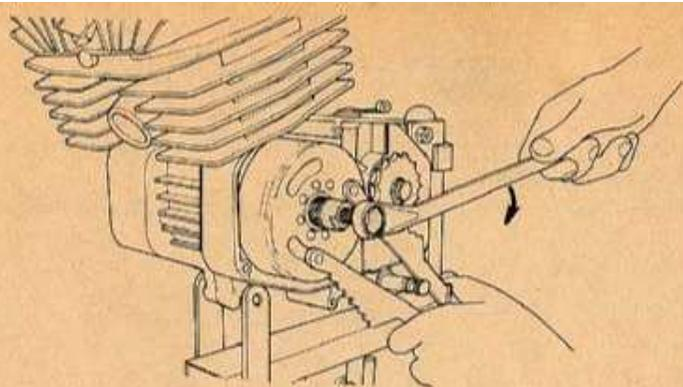

FIG. 10 Estrazione girante volano
4) **RIMUOVERE** la girante del volano magnete usando l'apposito estrattore (cod. 05.0080.0 per volani CEV-DUCATI-DANSI) (cod. 05.0082.0 per volano MOTOPLAT) che dovrà essere avvitato nella sede filettata della girante, quindi tenendo ferma la stessa con la solita chiave a compasso, agire sulla vite centrale con una chiave da 17 mm (fig. 10).